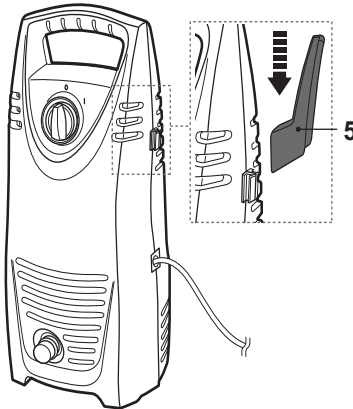

Fig. 1
- > Prindeți suportul de furtun (5) de produs (Fig. 1).